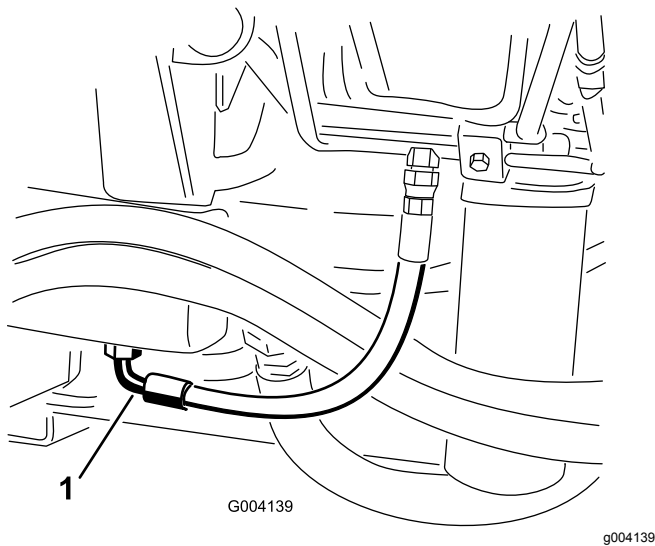

Figura 79
2. Coloque un recipiente grande debajo del acoplamiento situado en la parte inferior del depósito de fluido hidráulico (Figura 79).